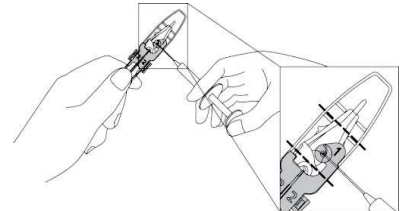

図 1 眼科用粘弾性物質の注入
- ① 無菌的に滅菌バッグを開封し、つまみを持ちながら本品を取り出す。
- ② 粘弾性物質注入ポート（刻印 1）から図 1 に示された点線内を満たすように眼科用粘弾性物質を注入する（図 1）。この時レンズ光学部に粘弾性物質が十分に行き渡っていることを確認すること。